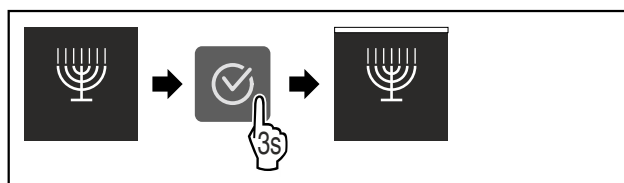

Fig. 13
- ▶ Suivre les étapes (voir Fig. 13) .